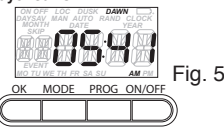

Fig. 5
16. Tourner le bouton pour régler l'heure de l'aube (Fig. 5) le cas échéant et appuyer sur OK.